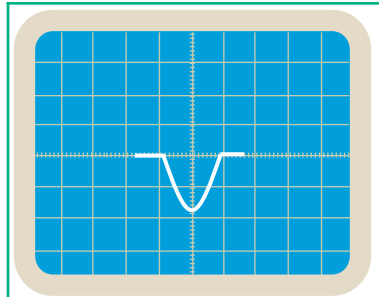

Fig.4a : Oscillogramme 1
- En approchant le pôle nord de l'aimant de l'une des faces de la bobine, l'oscilloscope mémorise sur son écran le chronogramme 1 de la figure 4a.